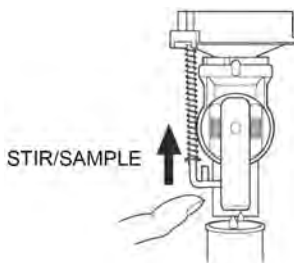

Рисунок 4.6 – Отбор пробы
4. Под клапан поместите ёмкость для отбора пробы и надавливайте ёмкостью или пальцем на стержень для впуска воздуха вверх, пока не будет отобран необходимый объём (рис. 4.6).